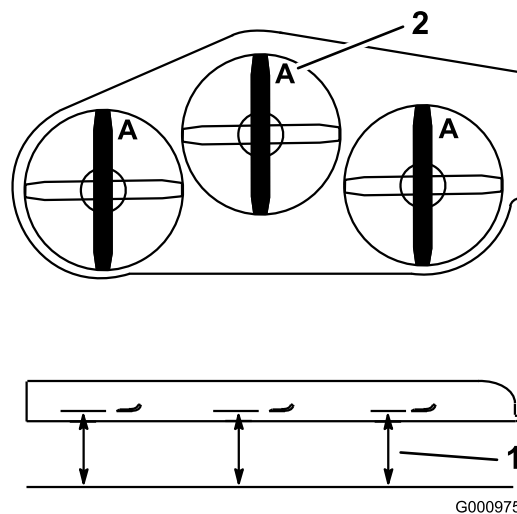

Bild 98
4. Messen Sie an den Stellen **A** und von einer ebenen Oberfläche bis zur Schnittkante der Messerspitzen (Bild 98).